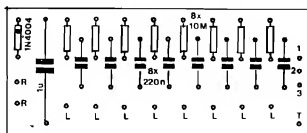

Fig.4
- FIG. 4 - "CHAPEADO" DA MONTAGEM - De novo, o arranjo "repetitivo" do MOBILE facilita muito as coisas para a monta-